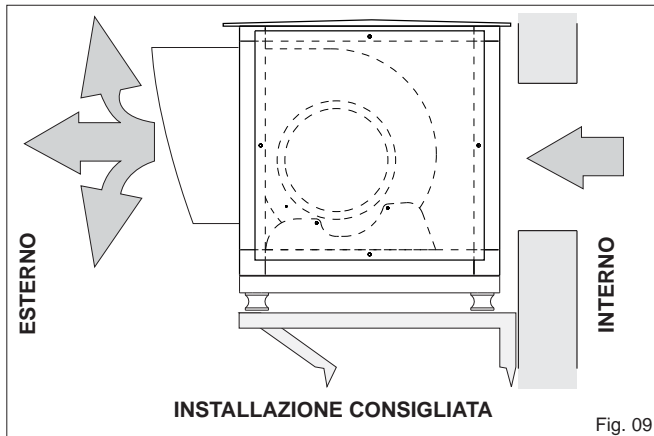

Fig. 09
4) Installazione all'esterno dell'edificio con staffe di supporto ammortizzate, tettuccio in lamiera zincata o preverniciata per la protezione dagli agenti atmosferici e griglia di protezione con tettuccio in lamiera zincata (fig. 09).